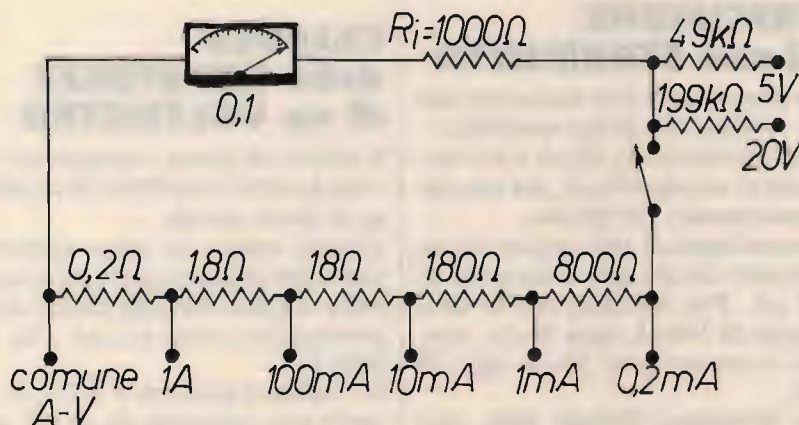

figura 5
Nella figura 5 ho ridisegnato l'amperometro a cinque portate (1), e ho aggiunto due portate voltmetriche,